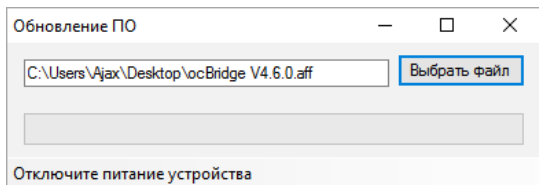

РИС. 26. Выбор файла прошивки приемника
7.2. ПО обновляется при помощи программы-конфигуратора. Если приемник подключен к конфигуратору, следует нажать кнопку «Отключиться» не отсоединяя osBridge физически от ПК. Затем в меню «Подключение» – «Настройка» выбираем порт, к которому подключен osBridge. После чего в выпадающем меню «Файл» необходимо выбрать пункт «Обновление ПО» и нажав кнопку «Выбрать файл» указать путь к файлу *.aff с обновленной версией ПО на диске (РИС. 26).